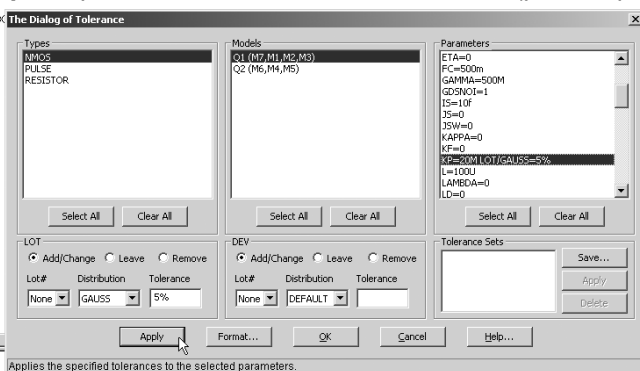

Рис. 7.6 – Диалоговое окно *Tolerance*
Tolerance (Ctrl+Shift+T). Открытие диалогового окна *Tolerance* (рис. 7.6).
- **Models:** Список всех моделей для выбранного типа (типов) компонентов. Можно выбрать одну (рис. 7.6) или несколько моделей для последующего задания допуска параметров.
- **Parameters:** Показывает список параметров для всех выбранных моделей. Здесь также для задания допуска можно выбрать один (рис. 7.6) или группу параметров.